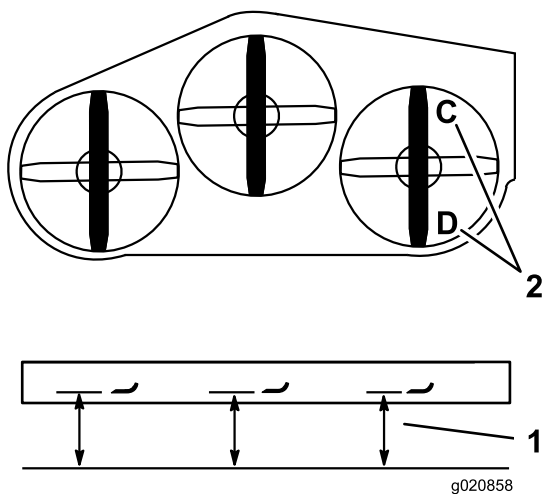

Figura 84
1. Coloque la cuchilla derecha en posición longitudinal (Figura 84).
2. Mida la cuchilla derecha en la posición **C** desde una superficie nivelada hasta el filo de corte de la punta de la cuchilla, y anote esta medida (Figura 84).
3. Mida la cuchilla derecha en la posición **D** desde una superficie nivelada hasta el filo de corte de la punta de la cuchilla, y anote esta medida (Figura 84).
Nota: La cuchilla de corte debe estar entre 6 y 10 mm (1/4 a 3/8 pulgada) más baja en la posición **C** que en la posición **D** (Figura 84). Si la distancia no es correcta, continúe con los pasos siguientes.